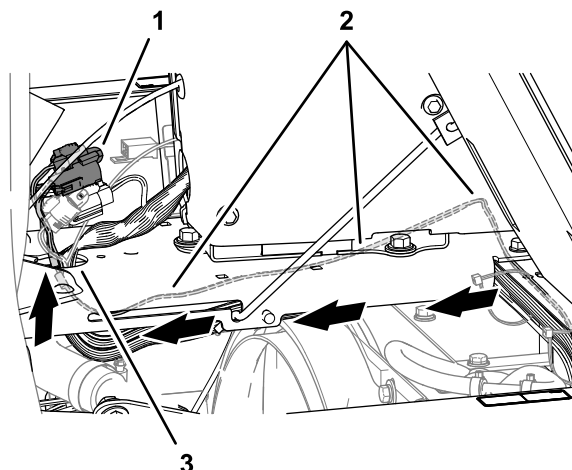

Figure 172
7. Acheminez le faisceau de bus ISO-CAN sous la base de la console et le long du faisceau de la machine (Figure 172).
8. Faites passer le connecteur à 3 broches (étiqueté To TORO CANBUS) et le connecteur à 3 douilles (étiqueté CAN PORT A) du faisceau de bus ISO-CAN par le trou dans la base de la console (Figure 172).